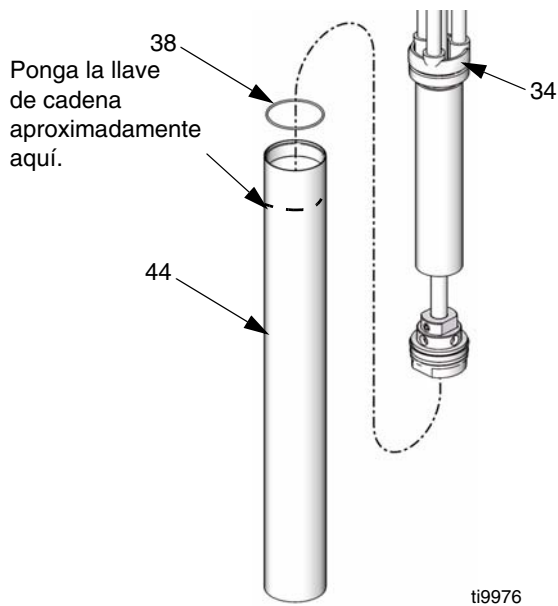

FIG. 18
5. Retire el tubo de aspiración (44) del cuerpo de la bomba (34). Vea FIG. 18.
6. Inspeccione si la junta tórica (38) del cuerpo de la bomba y el tubo de aspiración está dañada. Vea FIG. 18.